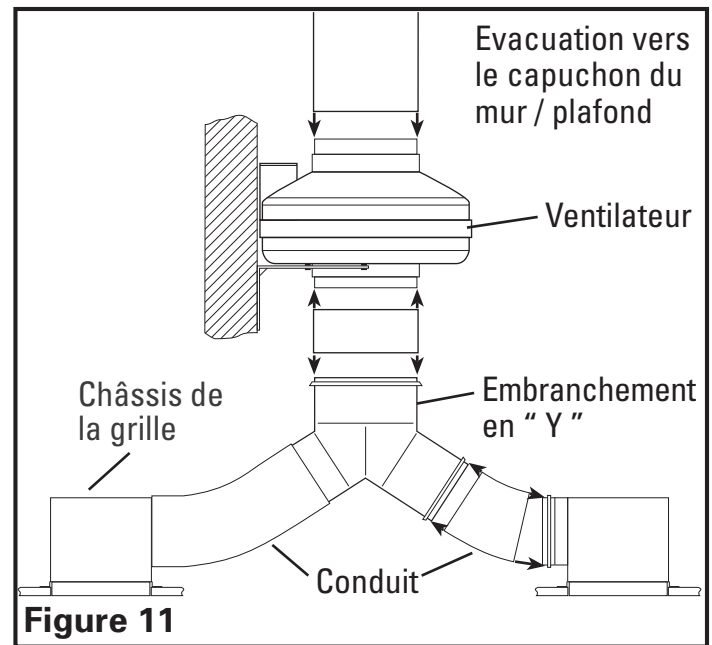

Figure 11
1. Raccordez une extrémité du conduit (non inclus) au collet / clapet au niveau de la pièce et l'autre extrémité à l'embranchement en "Y". Fixez les deux extrémités en place en utilisant du ruban ou un serre-joint afin de créer un joint aussi étanche que possible. Répétez cette étape pour le châssis de la grille de l'autre pièce (**Figure 11**).
2. Raccordez une extrémité du conduit à la partie supérieure de l'embranchement en "Y" et l'autre extrémité à la prise d'entrée du ventilateur (**Figure 11**).
3. Raccordez une extrémité du conduit à l'évacuation du ventilateur et l'autre extrémité à un capuchon de mur ou de plafond (**Figure 11**). Toujours canaliser le ventilateur vers l'extérieur par le biais d'un capuchon de mur ou de plafond.